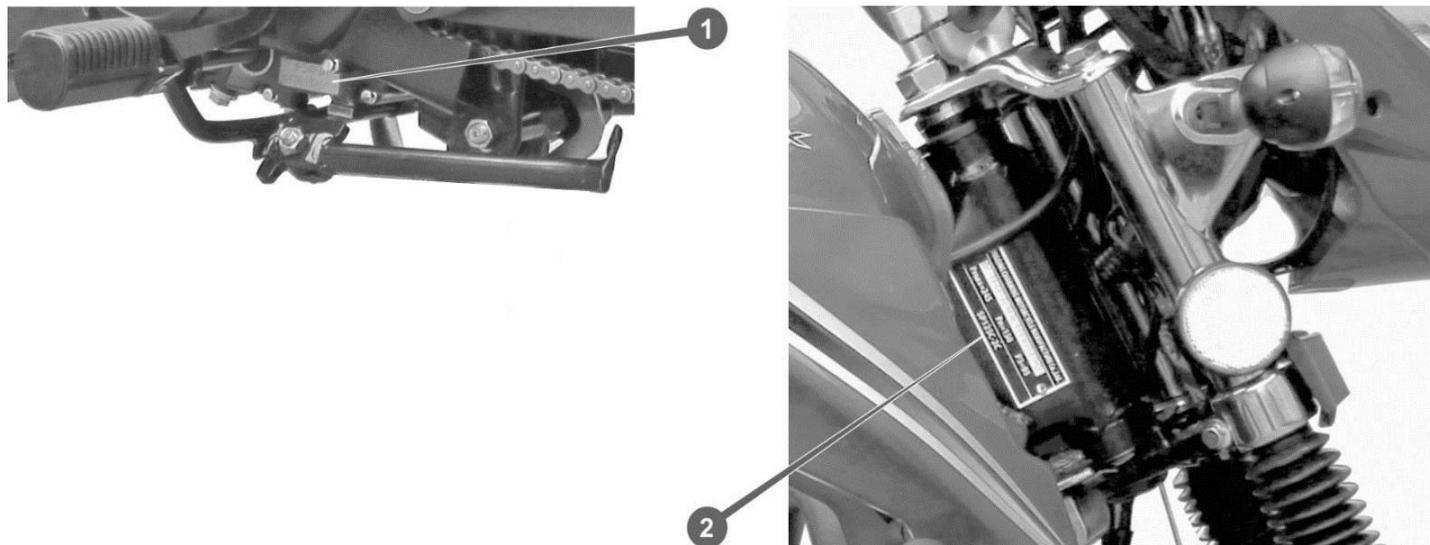

Рисунок 3.7. Ідентифікаційні дані
1. Перед запуском двигуна вставте ключ у замок запалювання, поверніть його в положення «ON» (див. рис. 3.7..) і переконайтеся, що у коробці передач ввімкнена НЕЙТРАЛЬ на індикаторі передач на панелі приладів (див. рис. 3.3.2.) світиться символ «N»; важіль управління повітряною заслінкою карбюратора (див. рис. 6 поз. 4) встановлений у середнє положення. Паливний кран (див. рис. 3.4. поз. 1.) «відкрито».